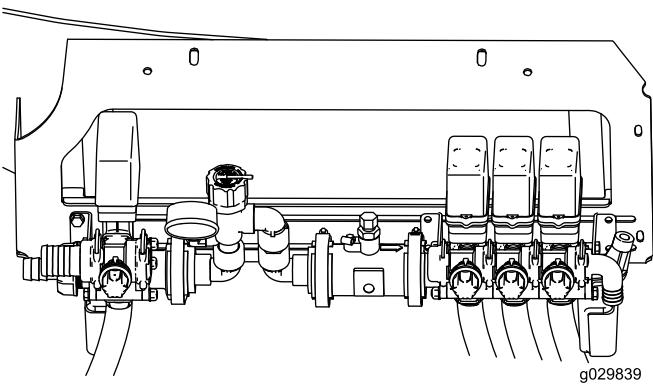

Figura 4
11. Spostate con cautela il flussometro e il gruppo valvole di sezione in modo che il flussometro sia a livello con il gruppo di sfiato della pressione (Figura 4).